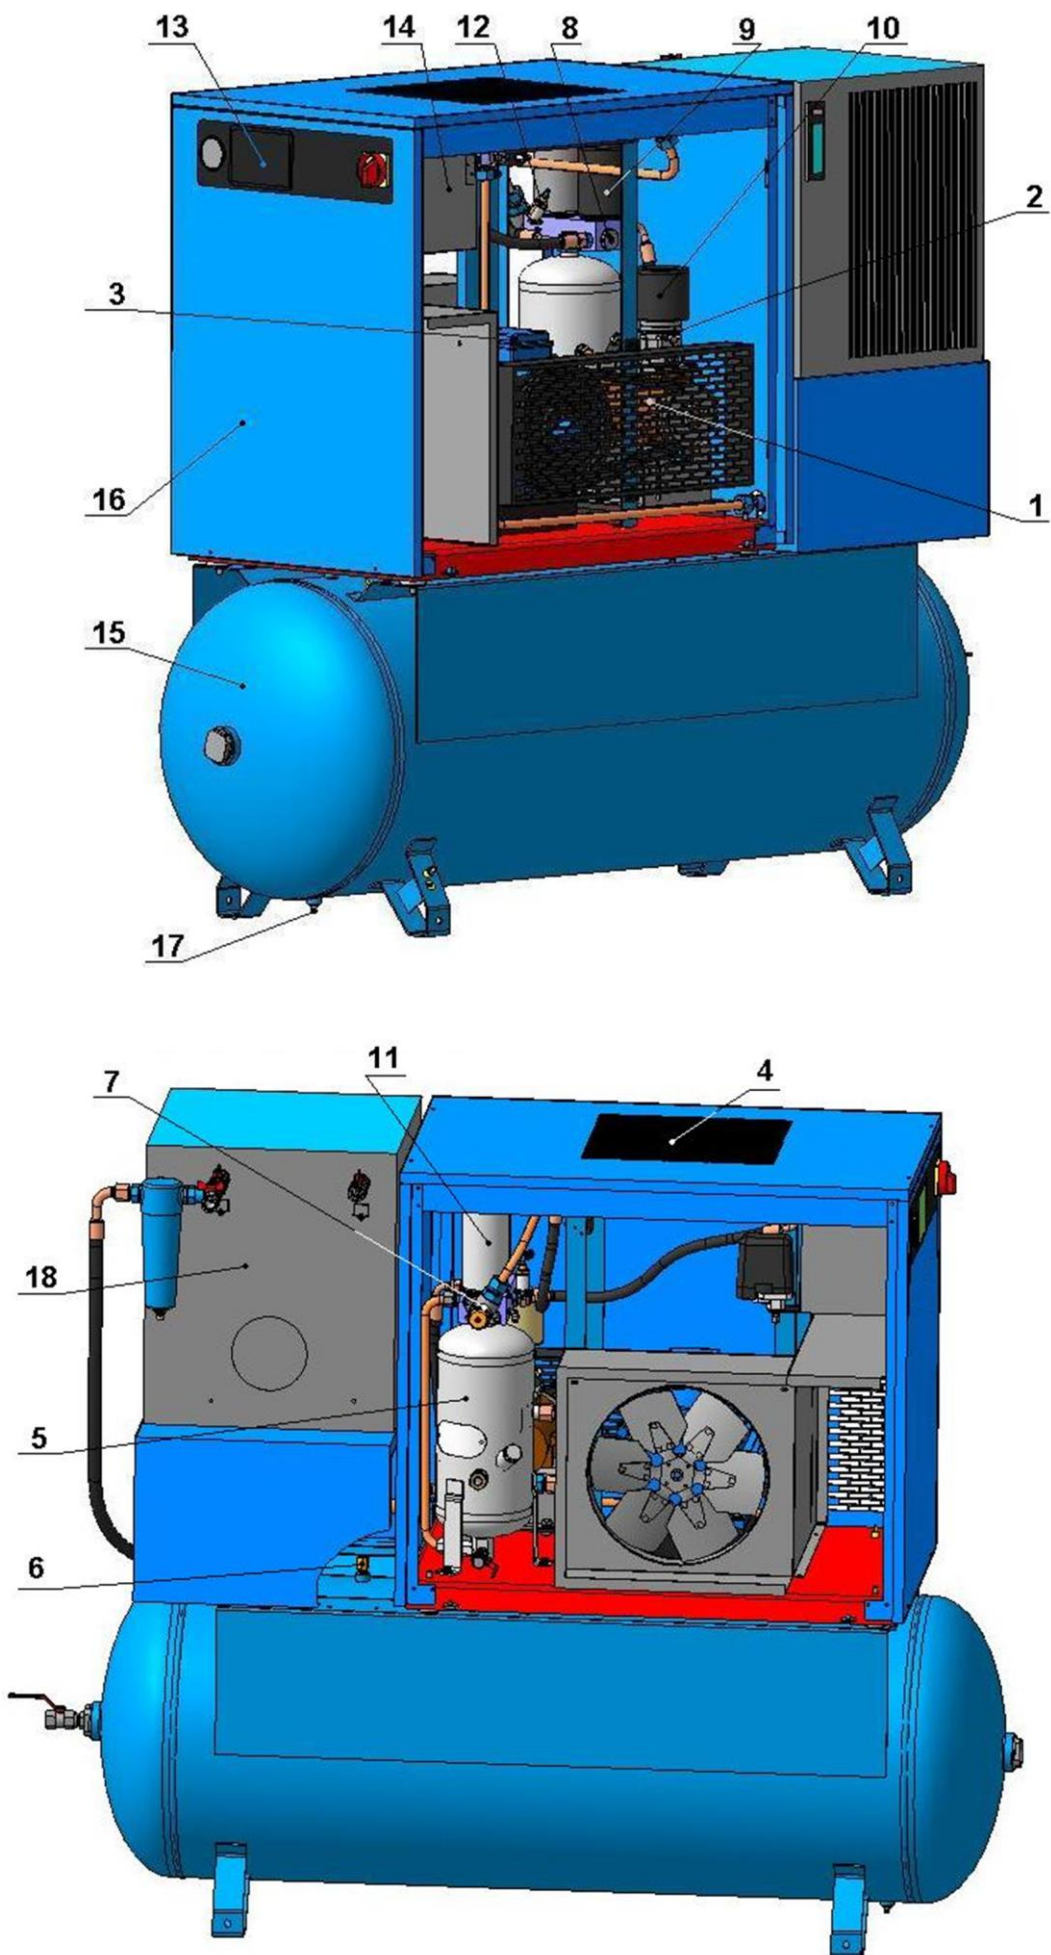

Рисунок 3 – Общий вид компрессорной установки BK15E-...-500Д
**18 –осушитель** (см. рисунок 3) предназначен для отделения влаги, содержащейся в сжатом воздухе.